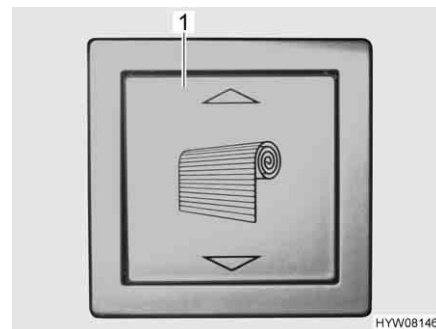

Fig. 44 Interruttore per oscurante a rullo
- Premere e tenere premuto il tasto (Fig. 44,1), finché l'oscurante a rullo ha raggiunto la posizione desiderata.
- Premere e tenere premuto il tasto (Fig. 44,1) finché l'oscurante a rullo ha raggiunto la posizione più alta.